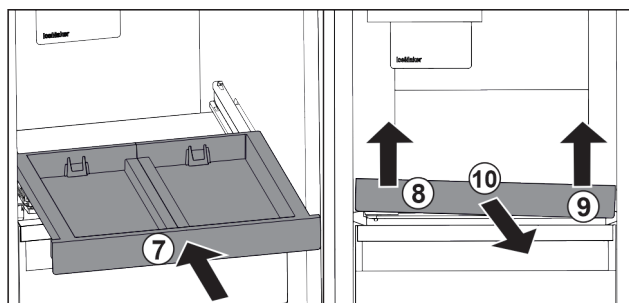

Fig. 82
- ▶ Skyv inn uttreksplaten. Fig. 82 (7)
- ▶ Løft opp uttreksplaten på venstre side foran. Fig. 82 (8)
- ▶ Løft opp uttreksplaten på høyre side foran. Fig. 82 (9)
- ▶ Ta ut uttreksplaten forover. Fig. 82 (10)